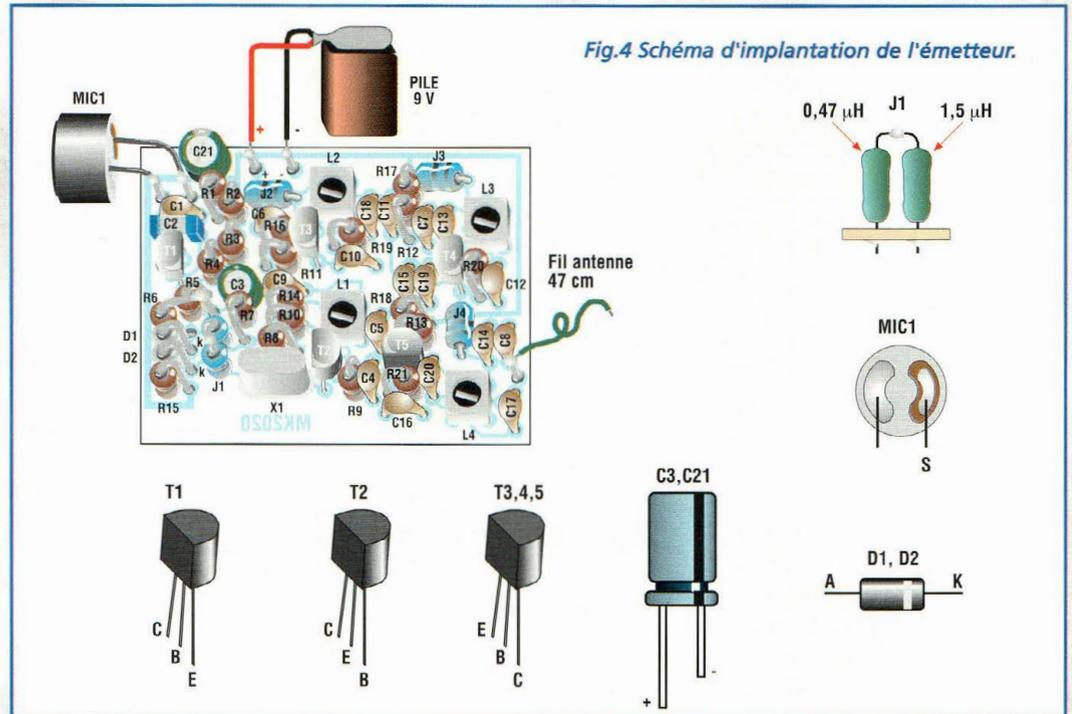

Fig.4 Schéma d'implantation de l'émetteur.
- R5-R6 = 47 Kohms (voir fig.4)